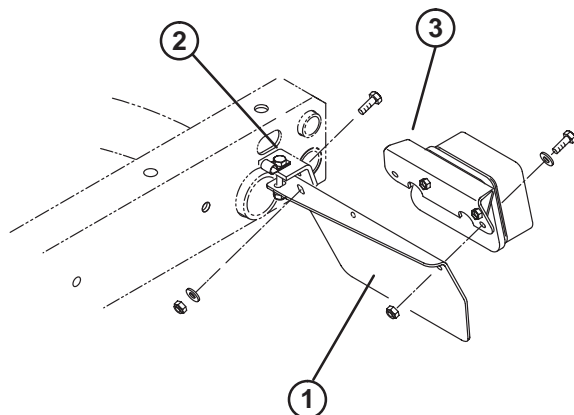

Bild 1
1. Lockern Sie die Sicherungsmuttern und Kopfschrauben, mit denen die Rücklichtplatten an den rechten und linken Rahmenhalterungen befestigt sind (Bild 1).
3. Befestigen Sie die Rückseite jeder Rücklichtplatte mit einer 5/16–18 x 1 Zoll langen Schraube, einer flachen Scheibe mit einem Innendurchmesser von 0,281 Zoll und einer Mutter hinten an den Rahmenhalterungen, siehe Bild 1.